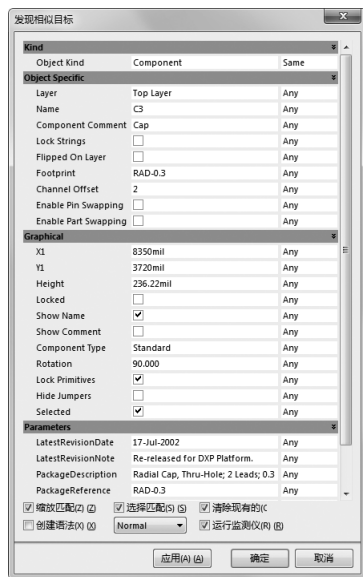
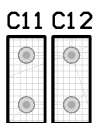

图 8-18 “发现相似目标” 对话框
图 8-19 在矩形区内排列电容
(1) 选中 2 个电容器, 将其拖动到 PCB 的左部重新排列, 在拖动过程中按 〈Space〉 键, 使其以合适的方向放置。
(2) 调整电阻位置, 使其按标号并行排列。由于电阻分布在 PCB 上的各个区域内, 想要一次调整会很费劲, 因此, 我们使用查找相似对象命令。
(3) 选择菜单栏中的 “编辑” → “查找相似对象” 命令, 此时光标变成十字形状, 在 PCB 区域内单击选取一个电阻, 弹出 “发现相似目标” 对话框, 如图 8-18 所示。在 “Objects Specitic” 选项组的 “Footprint” (轨迹) 下拉列表中选择 “Same” (相同) 选项, 单击 “应用” 按钮, 再单击 “确定” 按钮, 退出该对话框。此时所有电容均处于选中状态。
(4) 选择菜单栏中的 “工具” → “器件布局” → “排列板子外的器件” 命令, 则所有电阻元件自动排列到 PCB 外部。
(5) 选择菜单栏中的 “工具” → “器件布局” → “在矩形区域排列” 命令, 用十字光标在 PCB 外部画出一个合适的矩形, 此时所有电容自动排列到该矩形区域内, 如图 8-19 所示。